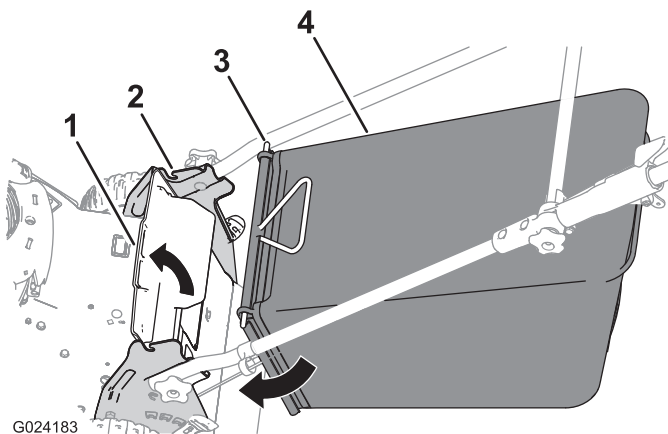

Figure 12
1. Soulevez le déflecteur arrière (Figure 12).
2. Insérez les extrémités de la tige du bac à herbe dans les crans des supports du guidon (Figure 12).